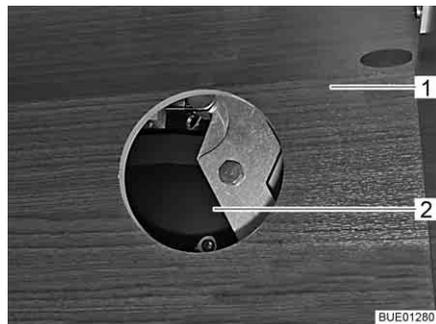

Bild 102 Zugang zum Antrieb
- Je nach Modell die Klappe am Hängeschrank (Bild 102,1) öffnen und Deckel von Zugangsöffnung (Bild 102,2) abziehen.